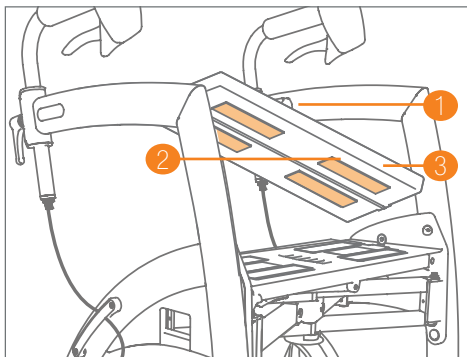

Figura 69: Rimozione del cuscino del sedile dal rollator.
- a. Togliere il Velcro sul rivestimento del cuscino dal sedile **(Figura 69)**.